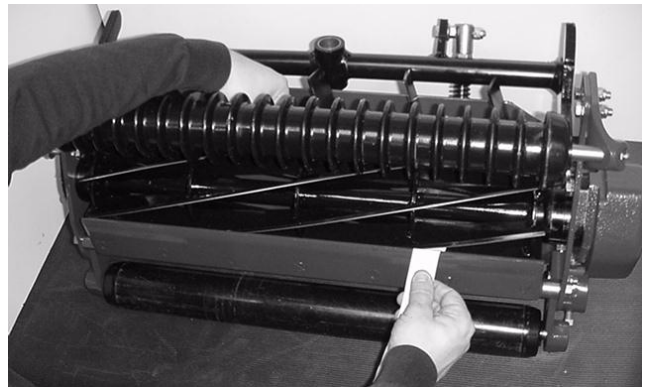

Bild 6
1. Drehen Sie das Mähwerk nach hinten, um die Spindel und das Untermesser zugänglich zu machen (Bild 6).
4. Setzen Sie ein 25 mm breites Papierstück senkrecht zum Untermesser ein, und drehen Sie die Spindel dann langsam in die Mährichtung, um zu prüfen, ob die Spindel das Papier schneidet. Prüfen Sie dies an beiden Enden des Untermessers (Bild 6).